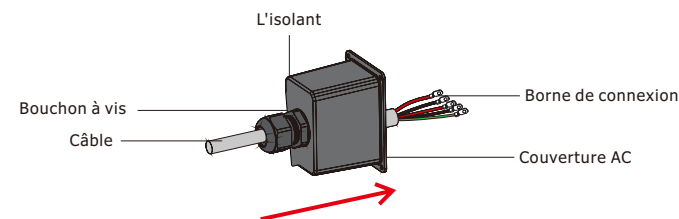

**Figure 4.3-3 Ligne de connexion AC**
**Étape 1.** Préparez les bornes et les câbles AC comme ci-dessous. Voir la figure 4.3-3.